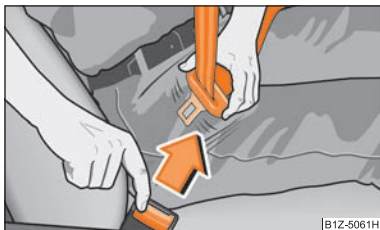

Fig. 94 Eliberarea elementului de prindere din dispozitiv
- Apăsați tasta roșie din dispozitiv de blocare ⇒ fig. 94. Elementul de prindere va sări singur sub acțiunea unui arc.